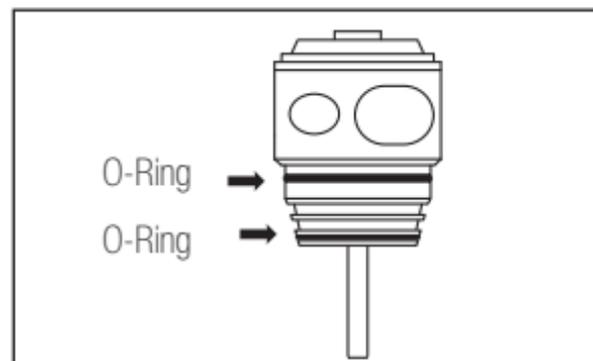

Fig. 10
- Assicurarsi che I due O-Ring (Fig.10) siano correttamente collocati nella cartuccia.